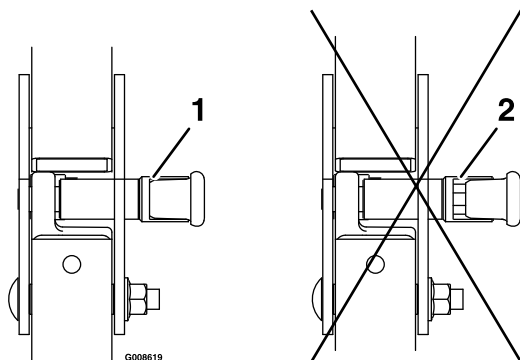

Figura 9
1. Levante a barra para a posição de funcionamento e rode os manípulos até se moverem parcialmente para as ranhuras (Figura 9).
2. Levante a barra de segurança para a posição vertical enquanto empurra a barra de segurança superior; os pinos encaixam na posição quando estiverem alinhados com os orifícios (Figura 9).
3. Empurre a barra de segurança e certifique-se de que ambos os pinos estão engatados (Figura 9).